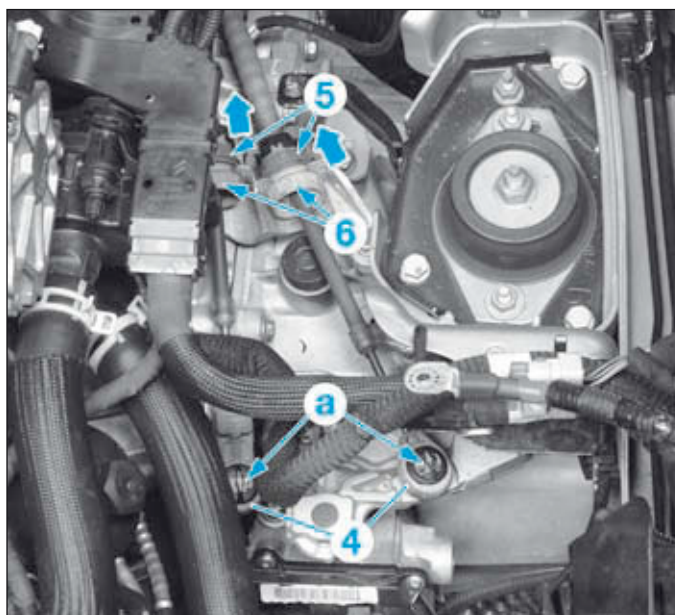

FIG.9
- la canalisation d'admission d'air (3),
- Désaccoupler les rotules (4) en (a) à l'aide d'une pince à becs (Fig.9).
- Tourner dans le sens horaire et pousser les clés de verrouillage (5) (suivant les flèches).
- Dégager les arrêts de gaine (6) de leurs supports en tirant vers le haut.